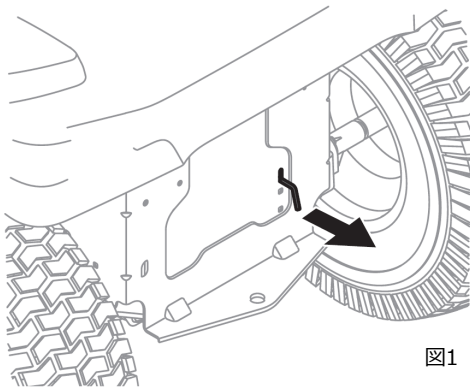

図1
1. トランスミッションバイパスロッドをかみ合わせて、トラクターを始動せずに手動で動かします。トランスミッションバイパスロッドは、トラクターの後部のフレームにあります。引き出してバイパスロッドをかみ合わせます。図1参照。
2. トラクターを動かした後、ロッドを押し戻して、トランスミッションバイパスロッドを外します。図1を参照